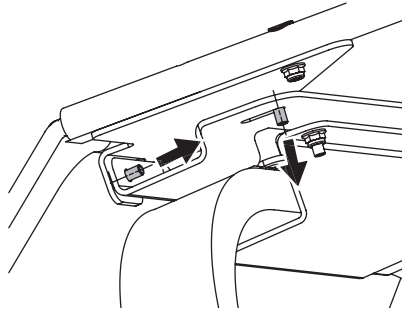

Figure 7
1. Placez le pare-soleil sur les supports de la protection anti-retournement, glissez la structure en place jusqu'à ce qu'elle ne puisse plus bouger et que les boulons préinstallés soient alignés dans les trous et les fentes, comme indiqué à la Figure 7.
2. Soulevez tout en déplaçant la structure vers l'arrière pour retirer le pare-soleil des supports de la protection anti-retournement. Il s'agit des étapes inverses indiquées à la Figure 7.